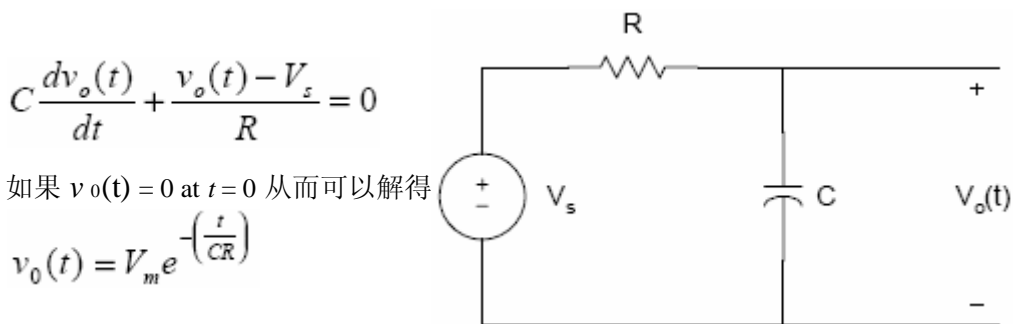

图 2.1 RC 电路
- 1、对于一个 RC 电路如下图 2.1，我们根据 KCL 我们可以列出以下方程：